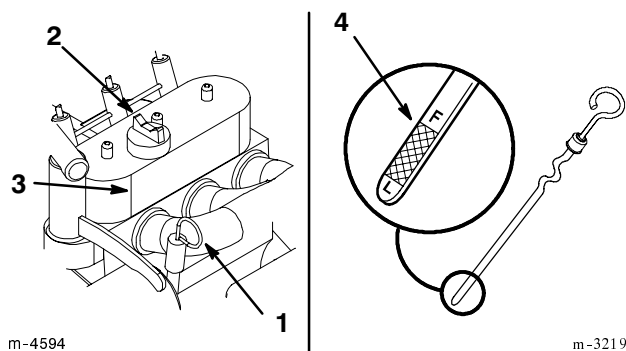

Figure 8
4. Nettoyer les bords de la jauge d'huile (Fig. 8).
5. Retirer la jauge d'huile et bien essuyer l'extrémité métallique (Fig. 8).
6. Réinsérer la jauge à fond dans l'ouverture de jauge (Fig. 8).
8. Si le niveau d'huile est bas, nettoyer tout autour du bouchon de remplissage et retirer le bouchon (Fig. 8).
9. Verser lentement juste assez d'huile dans le couvercle du distributeur pour amener le niveau au repère du plein (F).